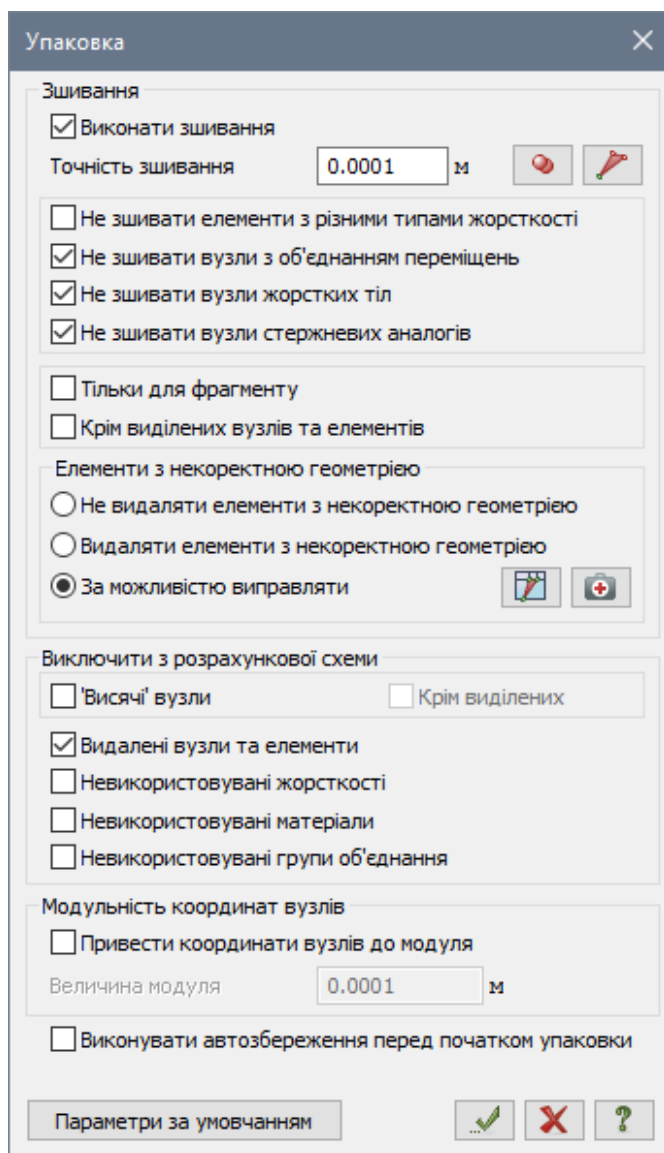

Рис. 18.3. Діалогове вікно Упаковка
- Натисканням по кнопці  – **Упаковка схеми** (панель **Редагування** на вкладці **Створення та редагування**) викличе діалогове вікно **Упаковка** (рис. 18.3).